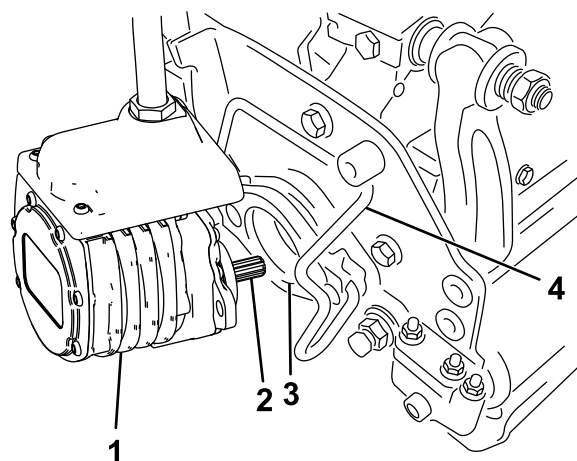

Figura 71
6. Cubra el eje acanalado del motor de la unidad de corte con grasa limpia (Figura 71).
7. Introduzca el motor en el lado izquierdo de la unidad de corte (visto desde el puesto del operador) y tire de la barra de retención del motor en la unidad de corte hacia el motor hasta que oiga un “clic” en ambos lados del motor (Figura 71).